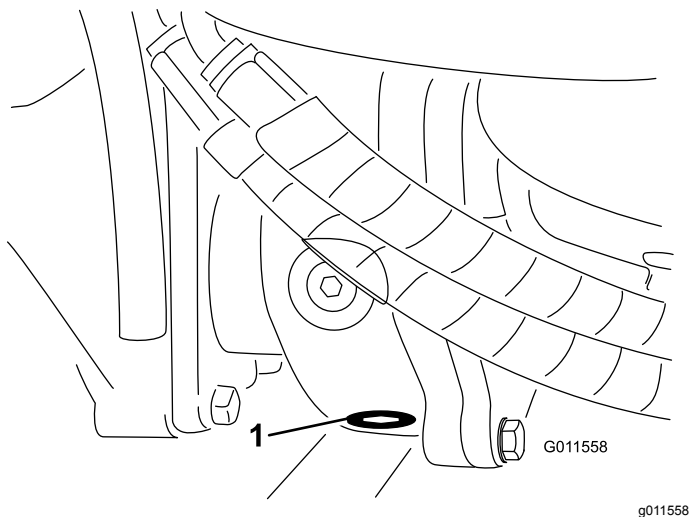

**Bild 108**
2. Reinigen Sie den Bereich um die drei Ablassschrauben, d. h. jeweils eine an beiden Enden und eine in der Mitte (**Bild 108**).